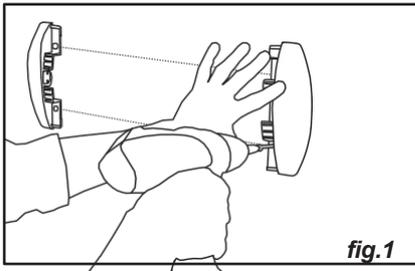

fig.1
■ Colocar as extremidades e os eventuais ângulos internos/externos sobre estas linhas, verificar se estão verticais em relação ao chão e marcar as posições dos furos pré-perfurados na parede (fig.1).
■ Perfurar a parede, colocar as buchas e, em seguida, montar as extremidades e as peças angulares na parede (fig.1).